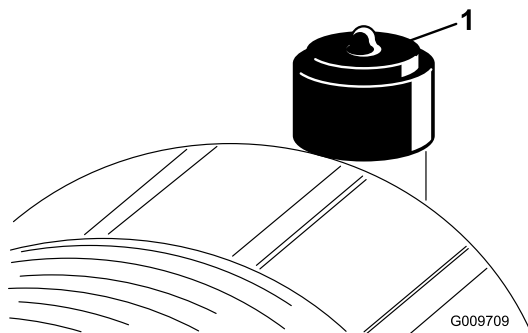

Bild 53
Warten Sie den Luftfilter nur, wenn die Wartungsanzeige dies angibt (Bild 53). Das frühzeitige Auswechseln des Luftfilters erhöht nur die Gefahr, dass Schmutz in den Motor gelangt, wenn Sie den Filter entfernen.
6. Stellen Sie die Anzeige (Bild 53) zurück, wenn sie auf Rot steht.